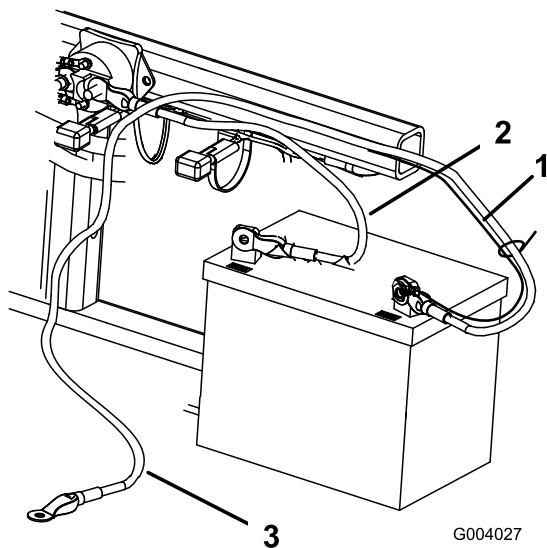

图 5
2. 用螺栓 ¼ x ⅝ 英寸和锁紧螺母将正极接线红色固定到正极+端子图 5。